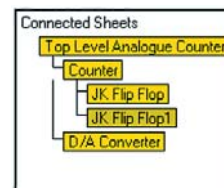

Рис. 11. Проверка иерархических связей для двух блоков
14. Выполним команду меню View | Select Sheet. Откроется диалоговое окно Select Sheet (рис. 11), из которого следует, что схема Counter теперь имеет два подчиненных листа. Закроем окно.